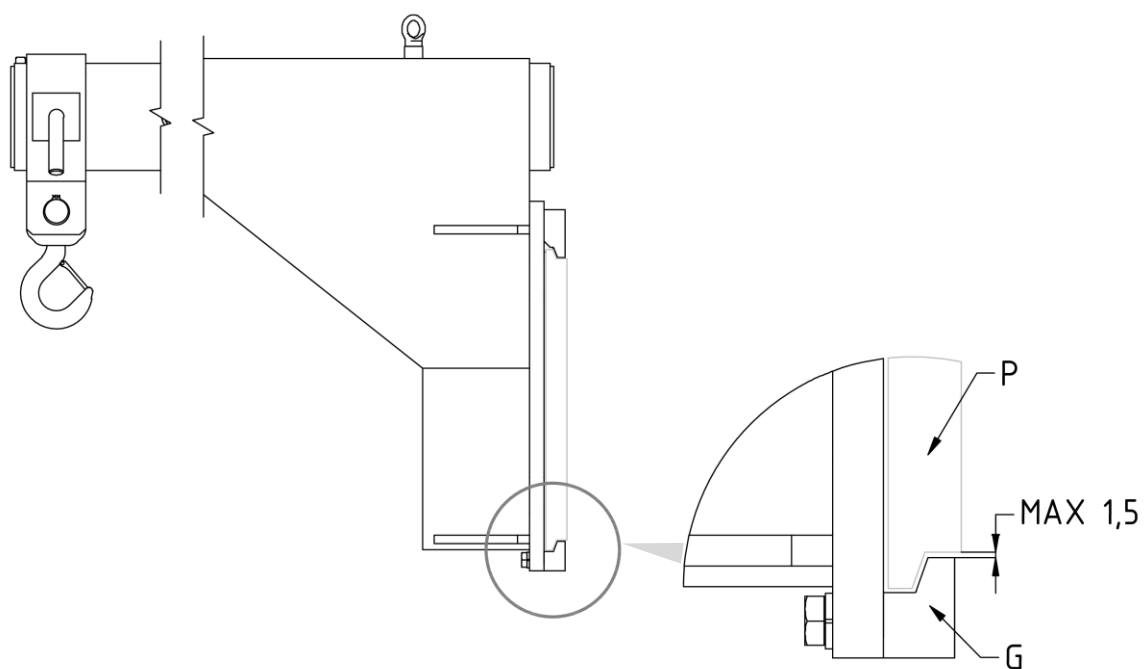

Figura 5
6. Atornillar los dos ganchos inferiores **G** para que su cuerpo quede enganchado debajo a la placa porta horquillas **P** (con un juego máximo de 1,5 mm, mira *Figura 5*), apretando con el par de apriete indicado en la *Tabla 2*.
2. Verificar la holgura entre la parte inferior de la plancha porta horquillas y los ganchos inferiores del implemento, verificando que sea como se indica en *Figura 5* a pag.12, y, si es necesario, intervenir en el apriete de los tornillos que los sostienen como se indica en *Tabla 2* a pag.12.